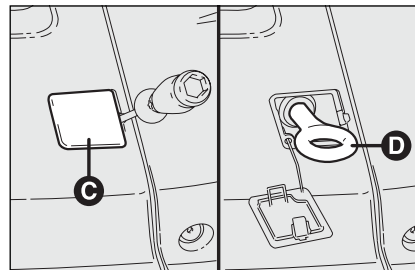

fig. 48
- pak de schroevendraaier uit de gereedschapset en verwijder hiermee de dop **C**-fig. 48 op het aangegeven punt;
- pak het sleepoog **D** uit de gereedschapset en draai het op de schroefdraadpen **fig. 48**.